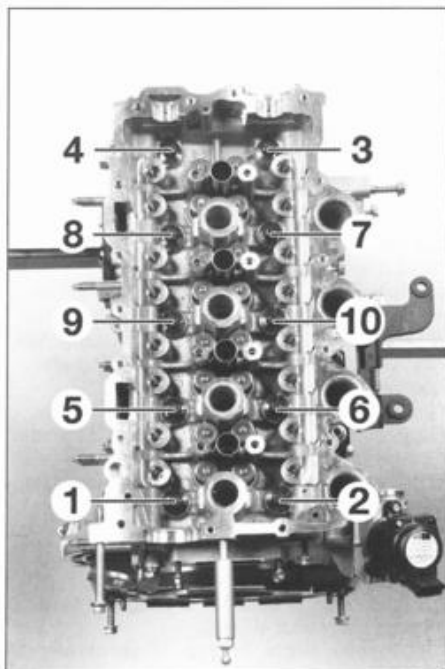

FIG. 54
- Aflojar los tornillos de fijación de la culata en el orden indicado (fig. 54).